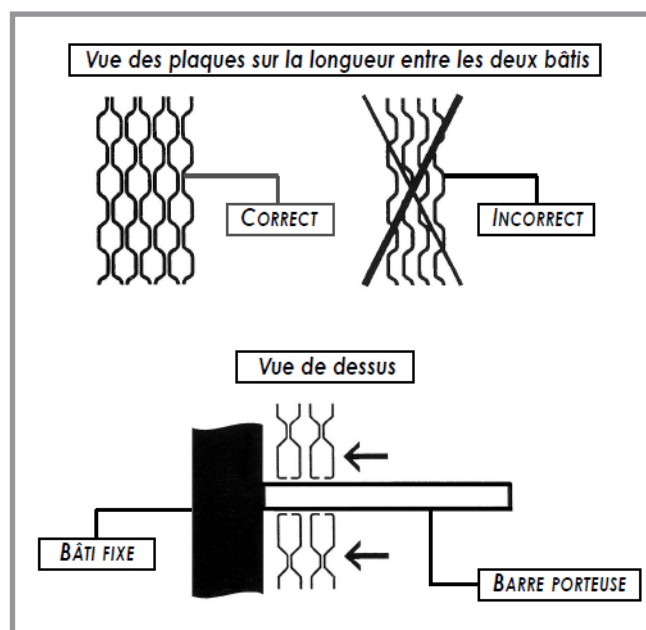

figure 26 - Position des plaques
- Nous conseillons de prendre la cote de serrage avant le démontage (voir fig. 26).